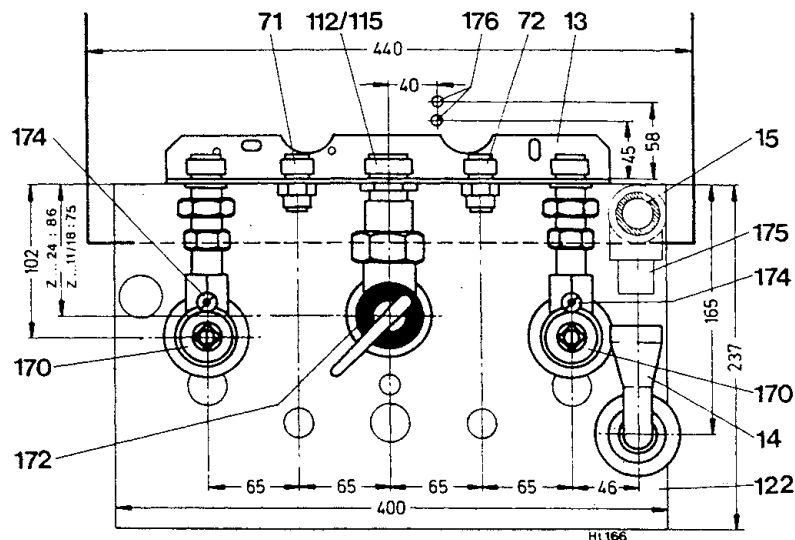

Bild 4
Zur ordnungsgemäßen Vorinstallation aller Rohrleitungen und dem Installationszubehör bei verputzter oder gefliesten Wand. Mit der Montageschablone (122) Bild 4, Bestellnummer 8719 918 020 werden bei Unterputzausführung die Rohranschlüsse (Endstutzenmontage) erstellt. Bei Flüssiggasgeräten Bohrung G 12 mm verwenden. Montageschablone vor Installation des Zubehörs und der Anschlußplatte entfernen. Die Dichtringe hängen unten am Gerät. Die Befestigungsschrauben (6 x 50 mm) mit Zubehör liegen in der Verpackung der Anschlußplatte.